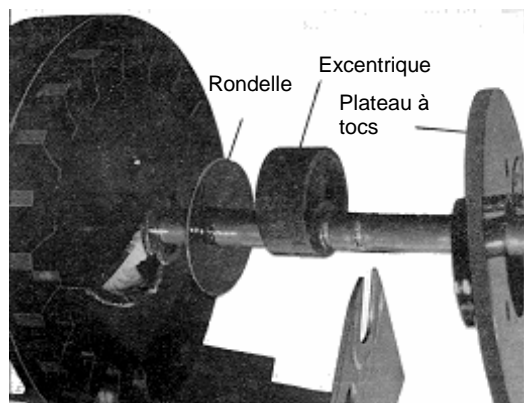

Figure 15. Démontage plateau à tocs, Excentrique et rondelle et montage
b. Installer les pièces, circlips, rondelles et clé comme indiqué en figure 15. Lors de l'installation des tambours, assurez-vous que la goupille sur le plateau